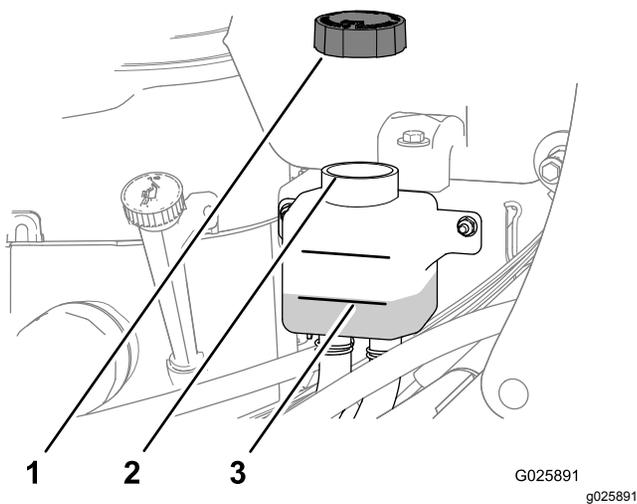

Figure 43
3. Enlevez le bouchon du vase d'expansion et contrôlez le niveau de liquide de transmission à l'intérieur (Figure 43).
4. Au besoin, faites l'appoint de liquide de transmission spécifié jusqu'à ce que le niveau atteigne le repère maximum à froid sur le vase d'expansion (Figure 43).